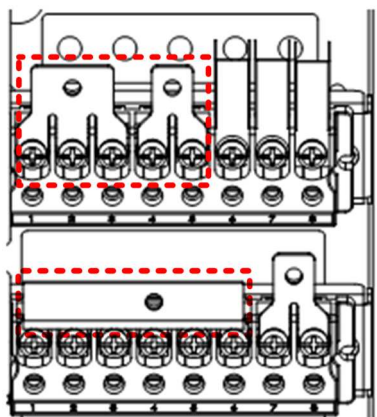

Figura 8-17 Entrada trifásica y salida monofásica, configuración de entrada común (2)
b) Instale las barras de cobre de cortocircuito en los terminales de entrada (mA, bA, bB, bC) y utilice las barras de cobre de cortocircuito de salida para conectar juntos los terminales de salida (oA, oB, oC). Véase la Figura 8-17.